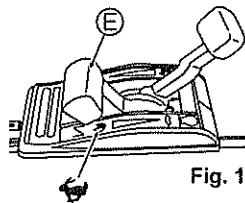

Fig. 15.
2 Placez la Manette de gaz (E) en position "STOP" pour commencer à tondre. (Voir Fig. 15.)